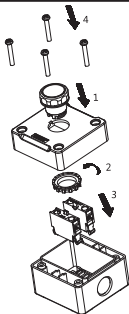

图5 安装过程图
3.1.1 安装时先将操动器（指已卸下锁定螺母）从上盖装入，再用锁定螺母紧固，然后将接触组卡在底座内的基座上，最后将上盖和底座通过螺钉紧固，见图5。